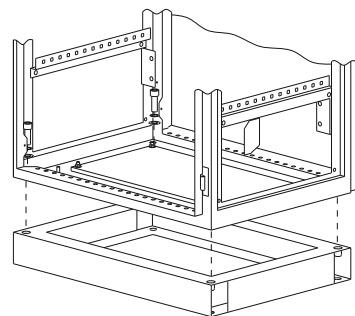

Рисунок 13
4.10.2 Закрепите шкаф на цоколе четырьмя болтами M12×25 с шайбами (рисунок 13) момент затяжки 56 Н·м.